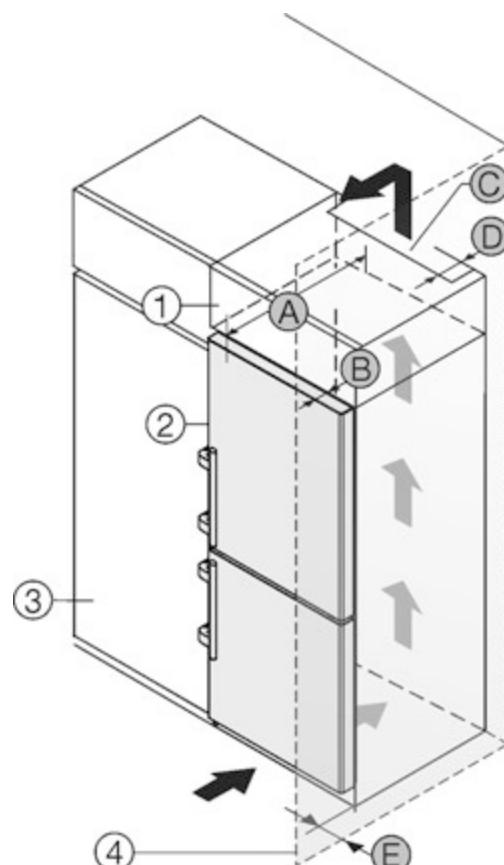

Fig. 2
Ви можете встановити пристрій безпосередньо поряд із кухонною шафою Fig. 2 (3).\*
Зі зворотного боку шафи для встановлення на пристрой слід передбачити вентиляційну шафу завглишки Fig. 2 (D) на всю ширину цієї шафи.\*
Слід дотримуватись вентиляційного отвору Fig. 2 (C) в стелі приміщення.\*
Якщо пристрій із шарнірами встановлюється поряд зі стіною Fig. 2 (4), відстань між пристроєм та стіною повинна бути не менше 57 мм . Це відповідає необхідній відстані для ручки після відкривання дверцят.\*
Щоб мати можливість повністю відкривати дверцята, потрібно, щоб пристрій виступав на відстань глибини дверцят Fig. 2 (B) відносно передньої панелі кухонної шафи. Залежно від глибини кухонних шаф Fig. 2 (3) та використання пристінних розпірок пристрій може ще більше виступати вперед.\*